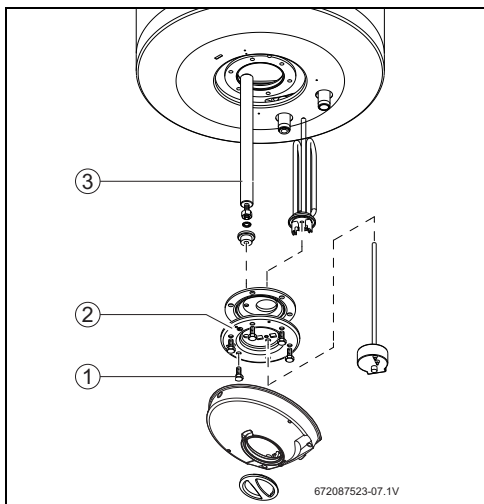

Fig. 16 Accesul în camera interioară și marcajul pieselor
- ▶ Desprindeți șuruburile de fixare ale flanșei (Fig. 16, [1]).
- ▶ Scoateți flanșa (Fig. 16, [2]).